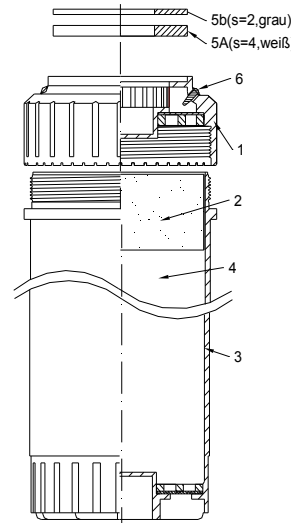

Bild 4: Ionentauscherkartusche
- siehe Bild 4
- Deckel (1) abschrauben, Schaumstoffscheibe (2) entnehmen
- altes Granulat (4) (nur bei Nachfüllung) im Hausmüll entsorgen
Die Filterpatrone bietet über die Verschlussstopfen (6) (Bild 4/5) drei Einstellmöglichkeiten für einen Bypass mit ungefiltertem Wasser: